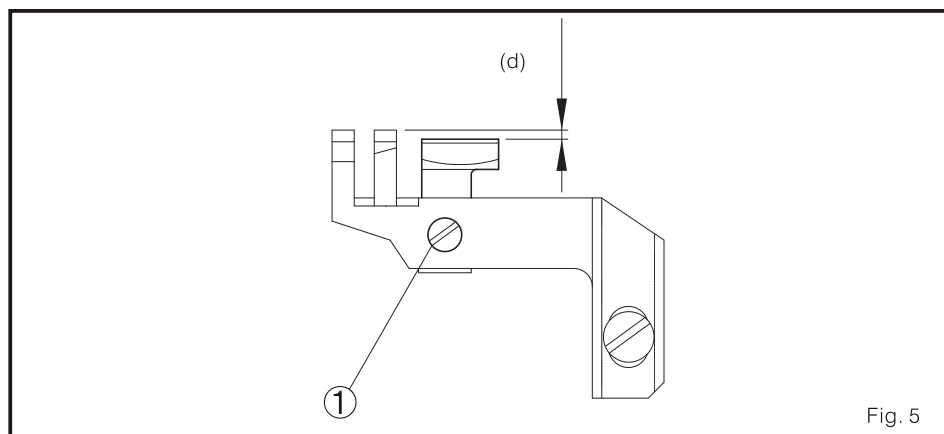

Fig. 5
1. A diferença de altura (d) entre a superfície dos dentes do transportador denteado principal e de assistente precisa ser ajustada acertadamente de acordo com o padrão (Fig. 5)